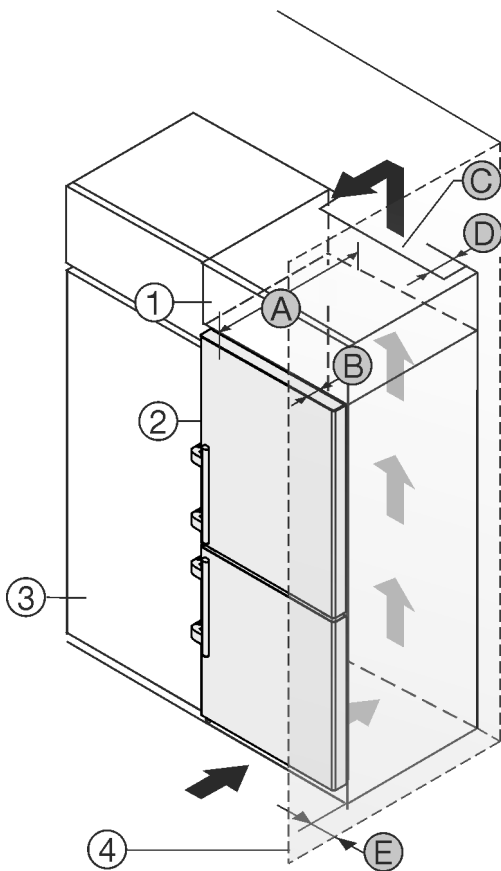

Fig. 2
Aparat lahko postavite neposredno ob kuhinjsko omaro *Fig. 2 (3)*.*
Na zadnji strani nadgradne omare mora biti zaradi prezračevanja in odzračevanja po vsej širini nadgradne omare prezračevalni jašek globine *Fig. 2 (D)*.*
Pod stropom je treba upoštevati presek prezračevanja *Fig. 2 (C)*.*
Če aparat postavite s tečaji ob steni *Fig. 2 (4)*, mora razdalja med aparatom in steno znašati vsaj 57 mm . To ustreza velikosti ročaja pri odprtih vratih.*
Da lahko vrata povsem odprete, mora aparat štrleti ven vsaj za globino vrat *Fig. 2 (B)* glede na sprednji del kuhinjske omarice. Odvisno od globine kuhinjskih omaric *Fig. 2 (3)* in uporabe stenskih distančnikov lahko aparat štrli bolj ven.*